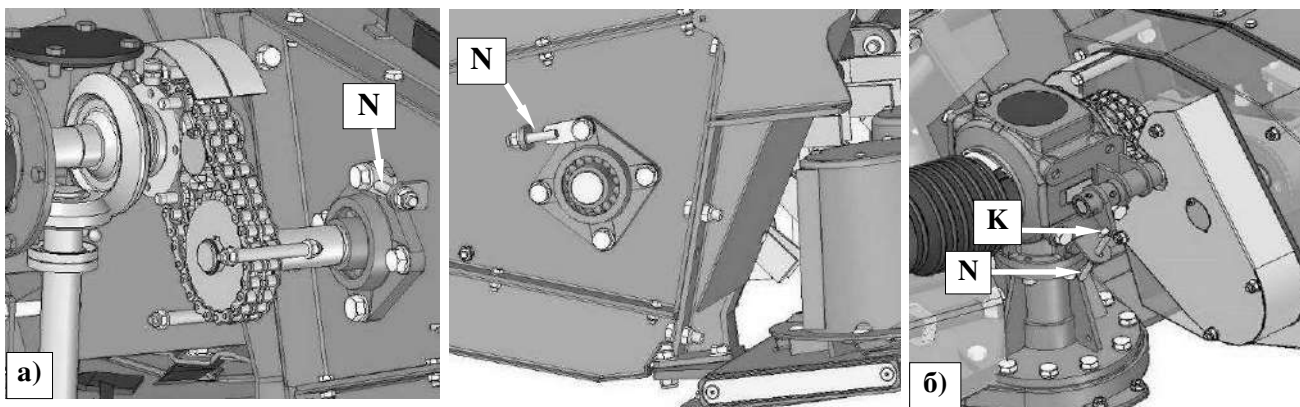

Рис. 38. Регулировка напряжения цепи цепной передачи (вид без части предохранителя);
Привод приводного вала впусивателя, а также плющения передаются цепом на ось впусивателя или плющения. Постоянное натяжение цепи в косилках со впусивателем обеспечивает натяжитель, регулированный болтами (N) по обе стороны впусивателя (Рис. 38а). Постоянное натяжение цепи в косилках с плющением обеспечивает натяжитель, регулированный натяжным болтом (N) (Рис. 38б). Правильно натянутый цепь после нажатия пальцем на кончик натяжителя (K) должен согнуться на ок. 5 мм.